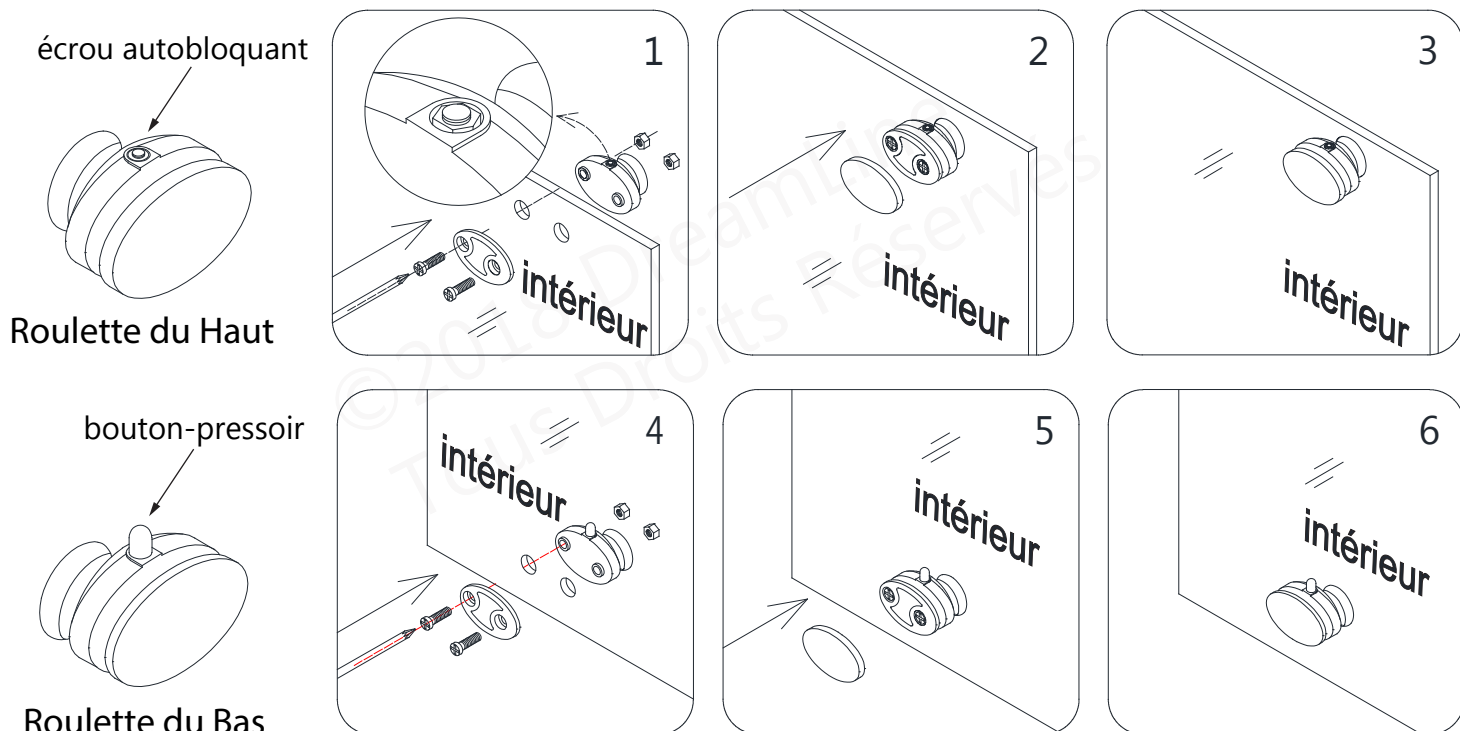

Fig 11
11. Serrez les **Systèmes de Roulement du Haut et du Bas (N° 17)** à la **Porte Vitrée (N°04)**, en orientant les roulettes vers l'extérieur de la douche. Les roulettes du haut peuvent ajuster le niveau de la porte à l'aide du boulon et de l'écrou autobloquant. La roulette du bas est munie d'un bouton-pressoir pour entrer la roulette dans le **Rail du Bas (N° 03)**. **(Fig. 11)**
REMARQUE: L'**écrou autobloquant** du **Systèmes de Roulement du Haut** (Fig. 7.1) et le **bouton-pression** de du **Système de Roulement du Bas** doivent être orientés **vers le haut**. **(Fig 11)**